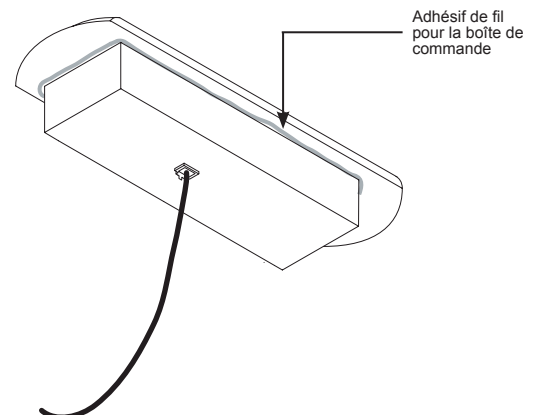

Figure 6 - application de l'adhésif
**5** Abaissez le panneau de commande dans la forme découpée et appuyez fermement pour incruster l'adhésif (figure 6).